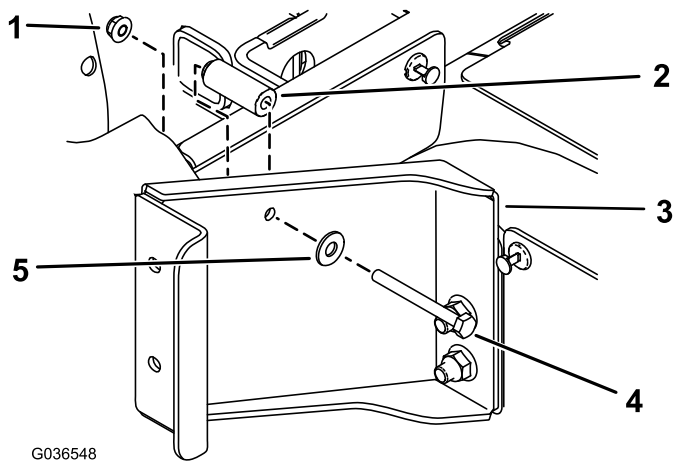

Bild 2
- Befestigen Sie die Halterung mit einer Sechskantschraube (1/4" x 2 1/2"), einer Flachscheibe (5/16"), einem Distanzstück (9/32" x 5/8") und einer Bundmutter (1/4") hinter dem hinteren Sitzunterteil, wie in **Bild 2** abgebildet.